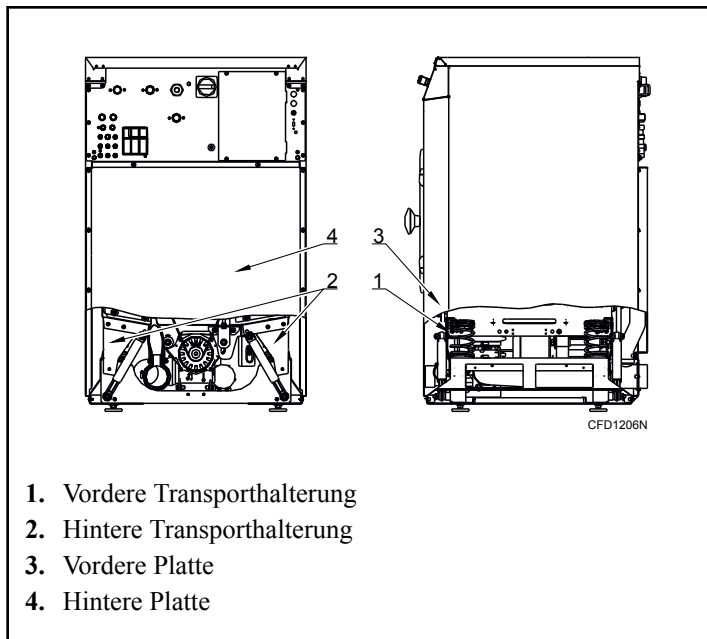

Abbildung 7
1. Entfernen Sie die vordere und hintere Platte unter Bezugnahme auf *Abbildung 7*.